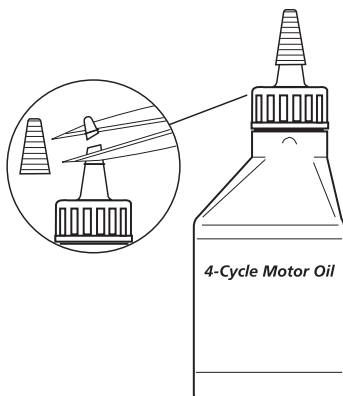

Figure 7
Su unidad trae una botella de aceite SAE 30 SF, SG, SH de 3.4 onzas fluidas (100 ml.) (Fig. 7).
1. Desenrosque la tapa de la botella de aceite y retire el sello de papel que cubre la apertura. Vuelva a colocar la tapa. Corte la punta de la boquilla del embudo (Fig. 7).